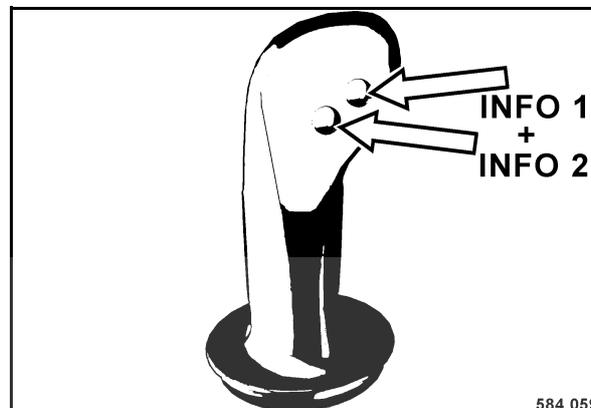

fig. 78
- Appuyer sur les deux touches Info (fig. 78) pendant plus de trois secondes pour accéder au mode d'enregistrement.